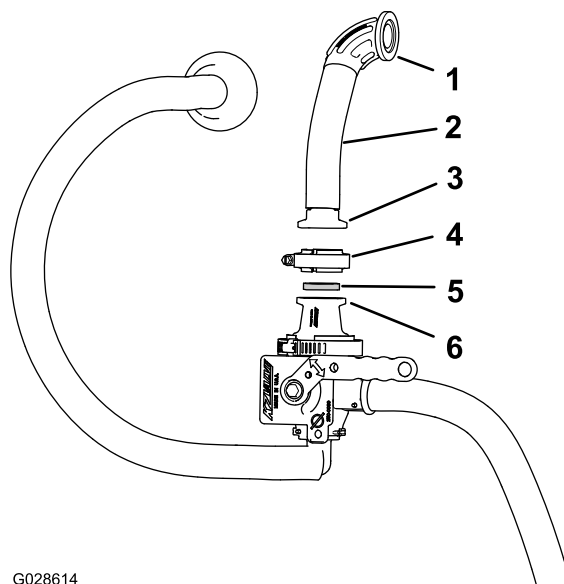

**Figura 19**
5. Monte a união reta do tubo de distribuição do misturador na porta lateral da válvula do misturador (Figura 19).
6. Fixe a união reta à válvula com a fixação (Figura 19).